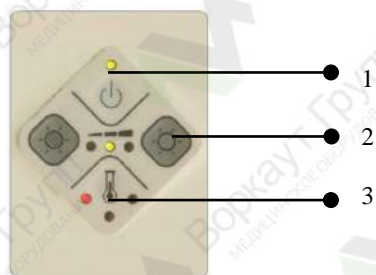

Рисунок 2
6.1 Органы управления расположены на верхней части головного светильника. Назначение и описание органов управления приведено на рис.2. Углы поворота головного светильника показаны на рис.3.